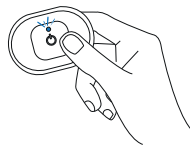

Figura 5.
**1) Accendere l'unità elettronica premendo il mini-interruttore sotto il simbolo di accensione per almeno due secondi.** Ad ogni accensione viene eseguito un controllo iniziale sui componenti principali identificato da un LED verde seguito da una serie di lampeggi rossi. Se il test è positivo inizierà la sequenza di accensione: LED verde - LED rosso lampeggiante - LED blu lampeggiante ad indicare che il dispositivo è pronto per il collegamento Bluetooth (figura 5).